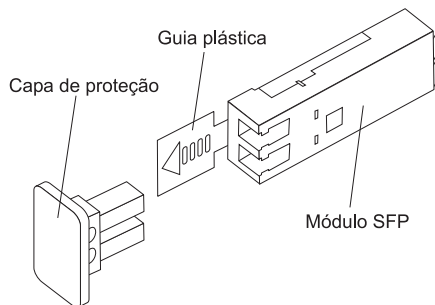

Figura 17. Módulo SFP (Small Form-Factor Pluggable)
3. Remova a capa de proteção do módulo SFP, conforme mostrado na Figura 17. Guarde a capa de proteção para utilização posterior.